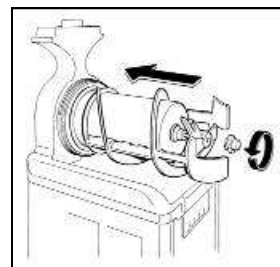

Fig. 14
- Fije todos los componentes enroscando el pomo en sentido contrario al de las agujas del reloj (Fig.14).